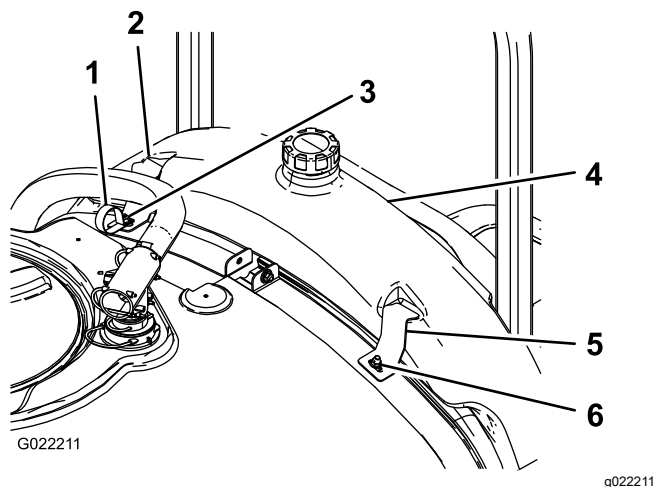

Рисунок 2
- Установите промывочный бак, как показано на Рисунок 2.
- Используя 2 большие шайбы и фланцевые гайки, установите кронштейны промывочного бака и R-образный кронштейн на ранее установленные каретные болты (Рисунок 2).